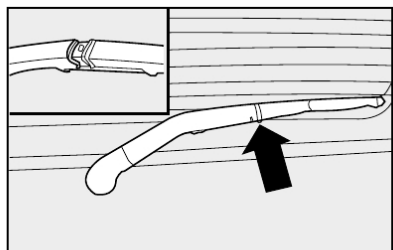

fig. 17
Substituição da palheta do limpador do vidro traseiro fig. 17
- 1) Para retirar a palheta basta apertar a trava indicada fig. 17.